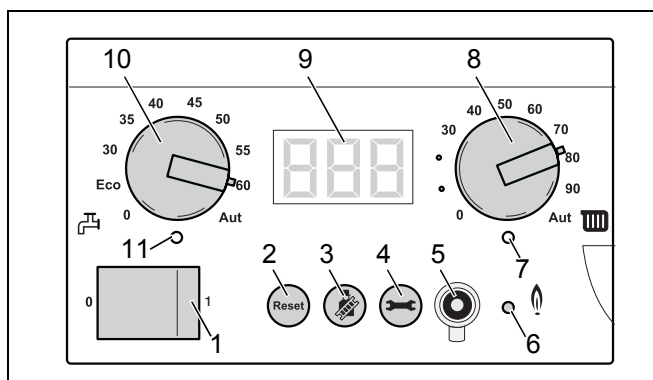

Fig. 55 Controler de bază BC10
Cu ajutorul comutatorului de funcționare (Fig. 55, **Poz. 1**) puteți porni și opri cazanul de încălzire.
În cazul unui deranjament poate fi necesar să reporniți cazanul de încălzire cu ajutorul tastei "Reset" (Fig. 55, **Poz. 2**).
Cu tasta "Coșar" (Fig. 55, **Poz. 3**) cazanul de încălzire poate fi pus pe modul test de gaze de evacuare, regim de service sau regim manual.
Pe timpul regimului coșar, service sau manual este valabilă o temperatură maximă a apei calde care corespunde setării butonului rotativ "Temperatura maximă a apei calde" (Fig. 55, **Poz. 8**) de pe controlerul de bază BC 10.
- Limitați temperatura maximă a apei din cazan cu butonul rotativ "temperatura maximă a apei din cazan" (Fig. 55, **Poz. 8**) la temperatura de tur admisă a circuitului de încălzire a pardoselii (în general maxim 40 °C).
Cu tasta "Status display" (Fig. 55, **Poz. 4**) pot fi afișate pe display temperatura actuală a apei din cazan, presiunea actuală a instalației ș.a.m.d. Vezi și Tab. 18, "Valori display", pagina 90", Tab. 19, "Setări display", pagina 91 și Tab. 20, "Coduri display", pagina 91.